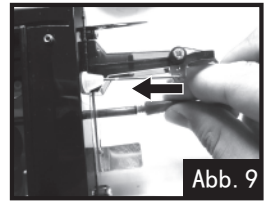

Abb. 9
9. In das Ende des Spindelrohrs Schmiermittel einfüllen, Abb. 9.